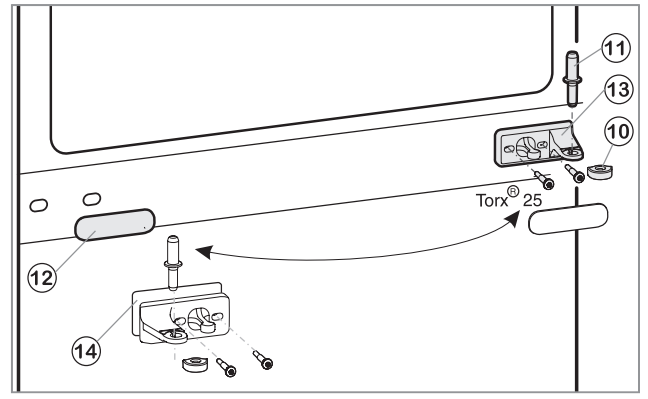

Fig.2
- Prostřední ložiskový čep Fig. 2 (11) vytáhněte ze stojanu ložiska a spodních dveří.
- Plastovou čepičku Fig. 2 (10) stáhněte.
- Stojan ložiska uprostřed Fig. 2 (13) odšroubujte (2 krát Torx® 25).
- Krytku Fig. 2 (12) opatrně stáhněte.
- Prostřední stojan ložiska Fig. 2 (13) s podložkou Fig. 2 (14) přišroubujte otočený o 180° na novou stranu závěsu (s 4 Nm).
- Krytku Fig. 2 (12) otočenou o 180° zasuňte na nové straně madla.
- Plastovou krytku Fig. 2 (10) nasadte zase na prostřední stojan ložiska Fig. 2 (13).
- Prostřední ložiskový čep Fig. 2 (11) vložte přes prostřední pouzdro ložiska Fig. 2 (13) do spodních dveří na nové straně závěsu.
- Horní dvířka usadte na prostředním ložiskovém čepu Fig. 2 (11).
- Dveře případně pomocí obou podélných děr ve spodním stojanu ložiska a v prostředním stojanu ložiska Fig. 2 (13) vyrovnejte tak, aby licovaly. Vyšroubujte prostřední šroub na stojanu ložiska dole.